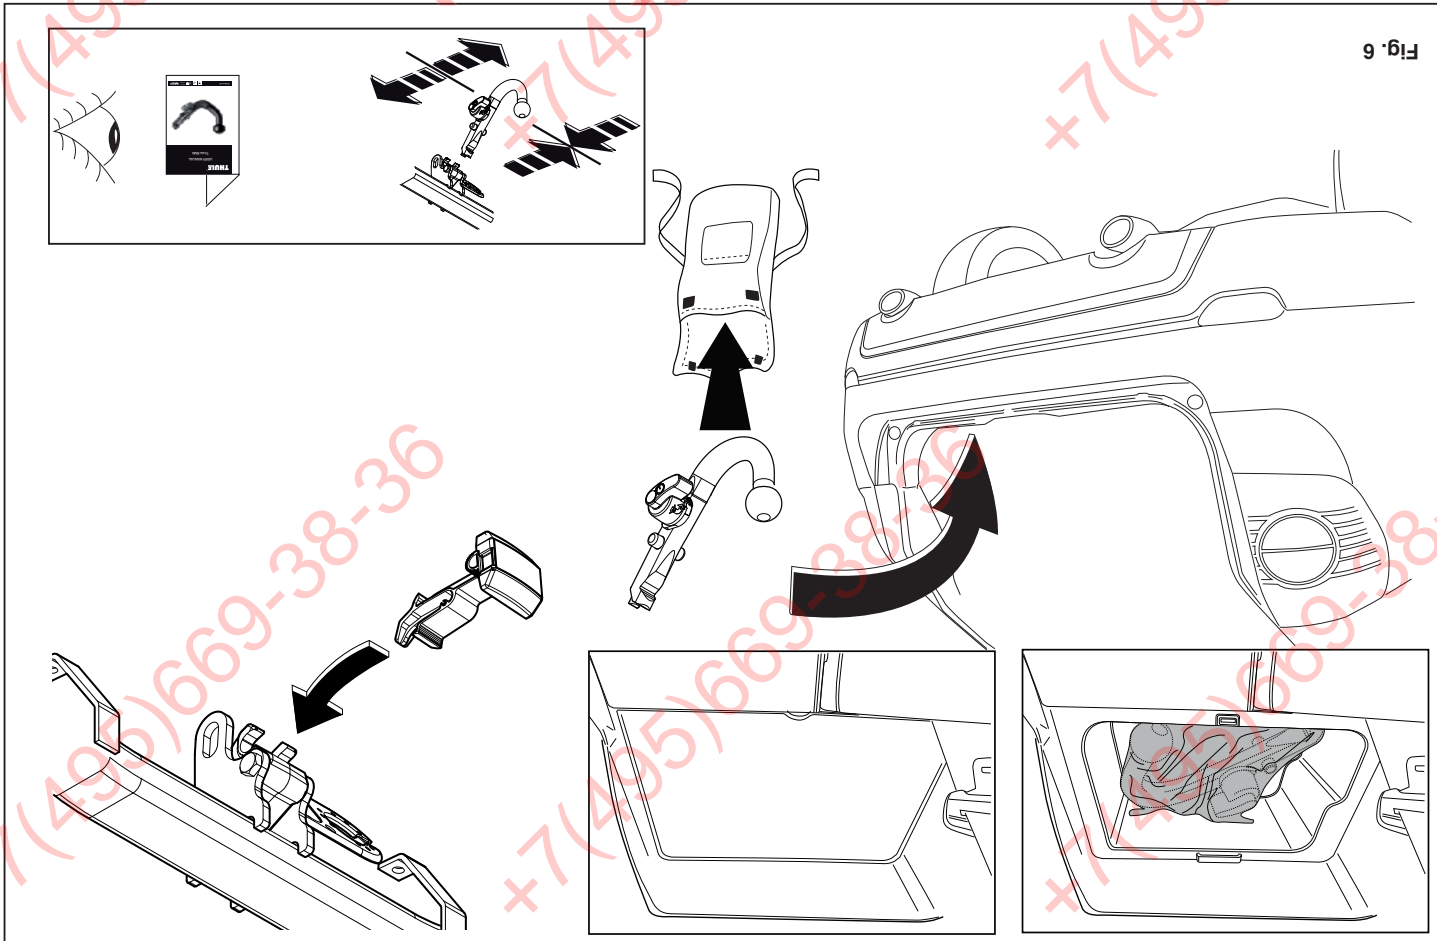

Fig. 6
19. After use the ball should be stowed away. See figure 6.
19. Nach Gebrauch muss die Kugel aufbewahrt werden. Siehe Abbildung 6.